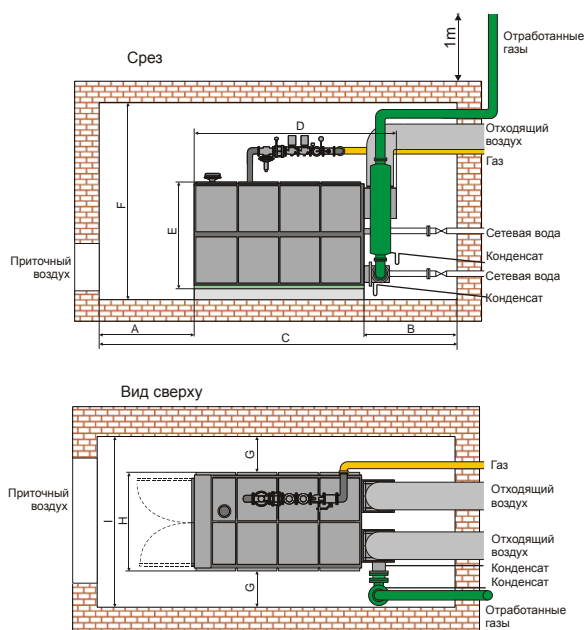

Рис. 6 Минимальные расстояния в рабочем помещении (размеры в мм)
- Для проведения работ по монтажу и техобслуживанию требуется достаточно свободного пространства (Рис. 6).